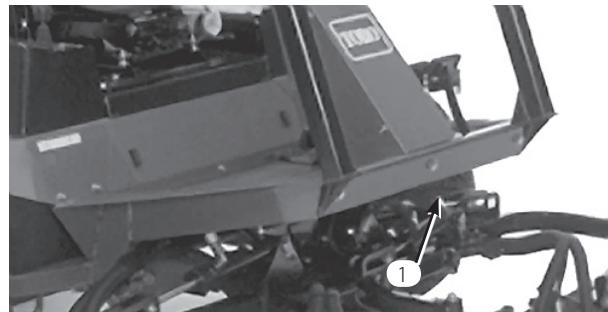

図 31
2. 前フレーム部材の中央部に、チェーンやロープなど適当な牽引索を取り付ける(図31)。